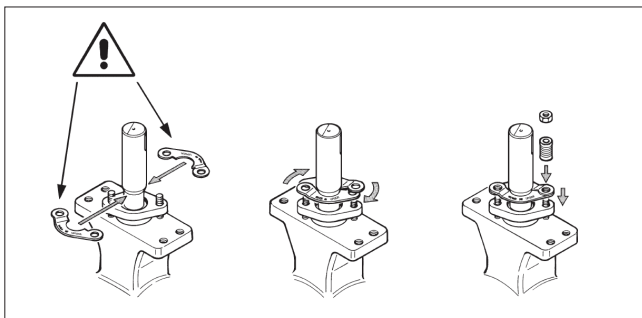

Fig. 12 Montage du dispositif d'arrêt
- Desserrez les écrous (43) et retirez les sets de ressorts à disque (21), les plaques d'arrêt (24) et le presse-étoupe (9).
- Retirez les anciennes bagues de garniture (22). Prenez garde à ne pas endommager les surfaces de l'arbre et du logement de la bague de garniture. Il n'est pas nécessaire de remplacer la bague anti-extrusion (23).
- Installez les plaques d'arrêt, l'une pardessus l'autre sur le goujon, et inversement dans l'autre sens (cf. Figure 12). Une fois que les plaques d'arrêt correctement positionnées, installez l'autre goujon.